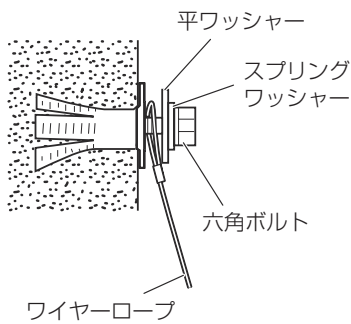

図 3
- 2) 市販の六角ボルト (M10) を、市販のスプリングワッシャー (M10)、平ワッシャー (M10)、ワイヤロープの先端の輪に通してアンカー部に取り付け締めつける (図 3)